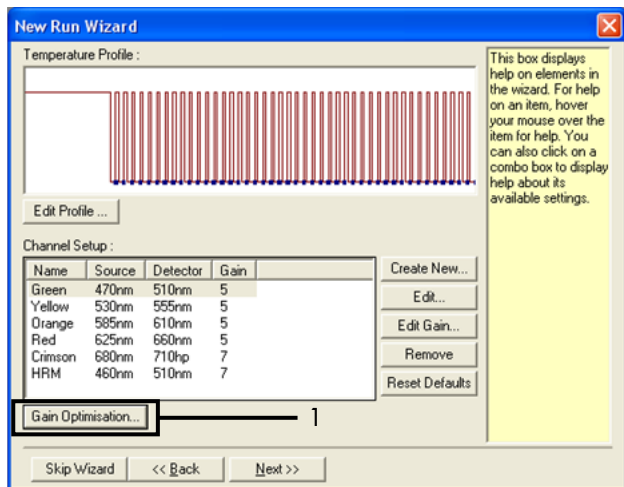

Figura 29. Gain optimisation (Optimización de la ganancia) (1).
12. En el cuadro de diálogo siguiente, haga clic en Gain Optimisation (Optimización de la ganancia) (figura 29).